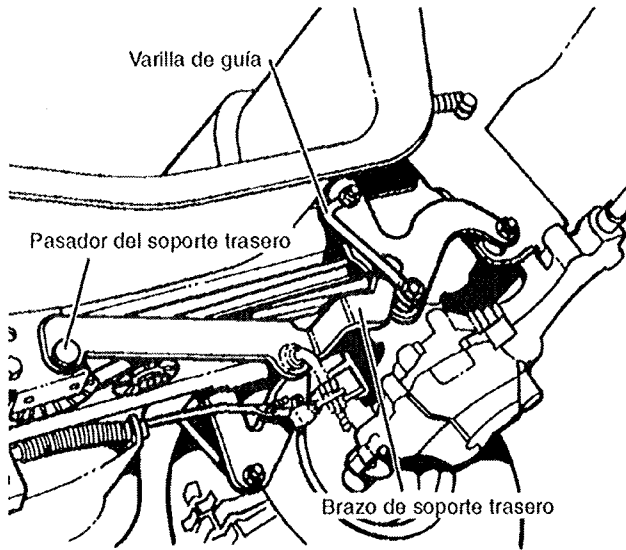

FIGURA 46
- Retire el pasadores de traba con resorte de los dos pasadores del soporte trasero que sujetan los brazos de soporte traseros al chasis del cortacésped. (Vea la Figura 46)
- Mueva la palanca de levantamiento de la plataforma a la posición inferior, mientras centra los brazos de soporte traseros en las varillas de guía (vea la Figura 46).